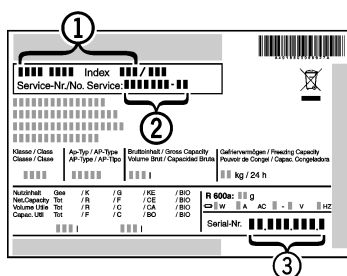

Fig. 7
- Leggere la denominazione dell'apparecchio Fig. 7 (1), il n° assistenza Fig. 7 (2) e il n° di serie Fig. 7 (3) sulla targhetta identificativa. La targhetta identificativa è situata all'interno dell'apparecchio, sul lato sinistro.
- Informare il servizio di assistenza e comunicare il difetto, la denominazione dell'apparecchio Fig. 7 (1), il n° assistenza Fig. 7 (2) e il n° di serie Fig. 7 (3).